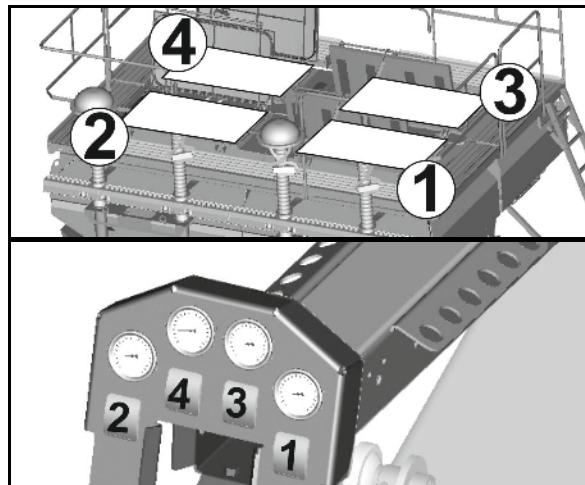

Рис. 47
- При отцепленном агрегате опора опущена (Рис. 47/1).
1. Вытяните палец (Рис. 47/2).